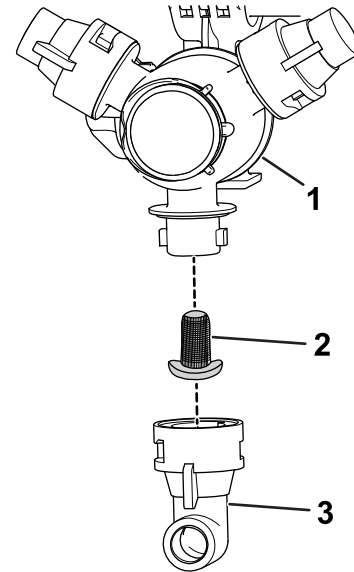

図 148
2. タレットからノズルを外す 図 148。
3. 古いノズルフィルタ 図 148を外す。
4. 新しいノズルフィルタを取り付ける 図 148。
5. タレットにノズルを取り付ける 図 148。